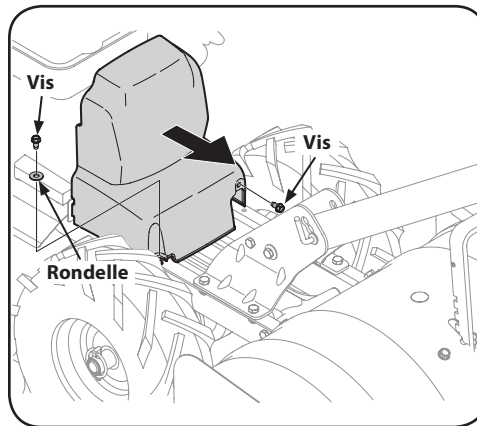

Figure 5-3
2. Retirez les deux vis hexagonales de 1/4-20 et la rondelle plate qui fixent le couvercle des courroies, puis retirez le couvercle. Voir Figure 5-3. Soulevez le couvercle et gardez-le dans un endroit sûr pour utilisation ultérieure.